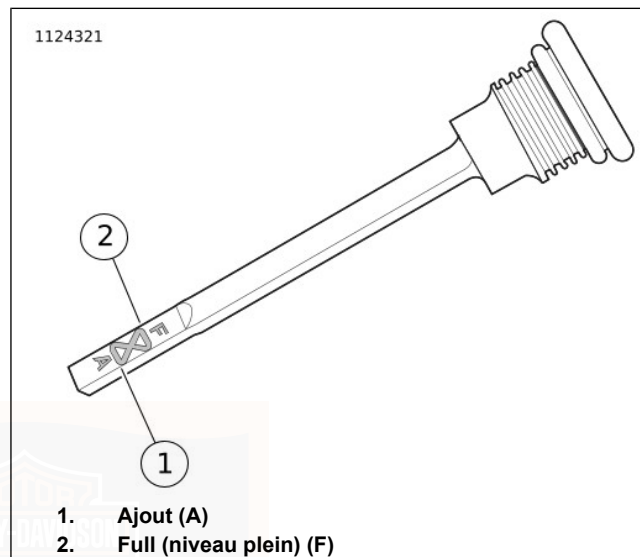

Figure 68. Niveau du lubrifiant de transmission
4. Voir Figure 68 . Retirer le bouchon de remplissage/jauge. Vérifier le niveau de lubrifiant sur la jauge. Un niveau d'huile correct est situé entre les repères Add (ajouter) (A) (1) et Full (niveau plein) (F) (2).
6. Vérifier le niveau de lubrifiant. Ajouter suffisamment de lubrifiant pour amener le niveau entre les repères Add (A) (Ajouter) et Full (F) (Niveau plein). Voir Figure 68.